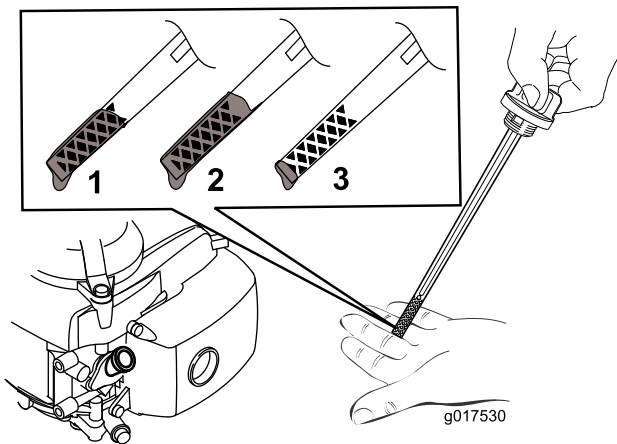

Figure 10
5. Pour déterminer le niveau d'huile correcte indiqué par la jauge, voir (Figure 10).
**Remarque:** Versez de l'huile dans le carter moteur jusqu'à ce que la jauge indique le niveau correct, comme montré à la Figure 10. Si vous remplissez excessivement le carter moteur, vidangez l'excédent d'huile comme expliqué sous Vidange de l'huile moteur \(page 15\).